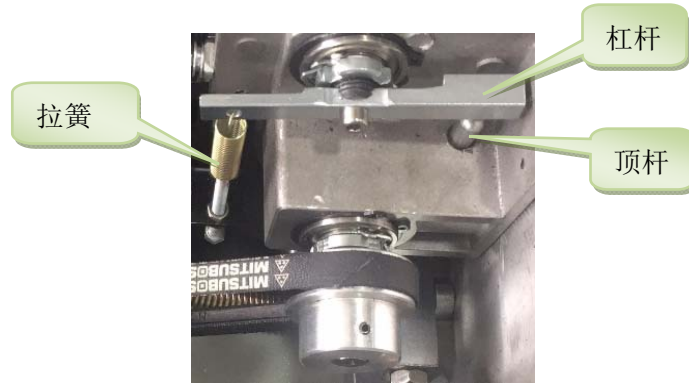

图 6-4
- a. 杠杆拉簧力量太大或太小：可适当调整滚轮压力（见图 6-4）。